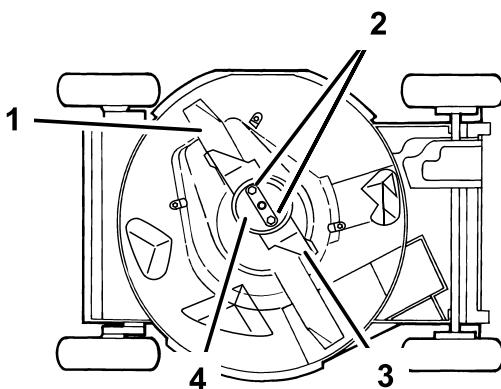

Figura 34
4. Vuelque el cortacésped hacia su lado **derecho** (Figura 34).
Sujete el extremo de la cuchilla usando un paño o un guante grueso. Retire las tuercas de la cuchilla, el protector de césped, el acelerador y la cuchilla (Figura 34).
- Retire las 2 tuercas de la cuchilla, el protector de césped, el acelerador y la cuchilla (Figura 34).